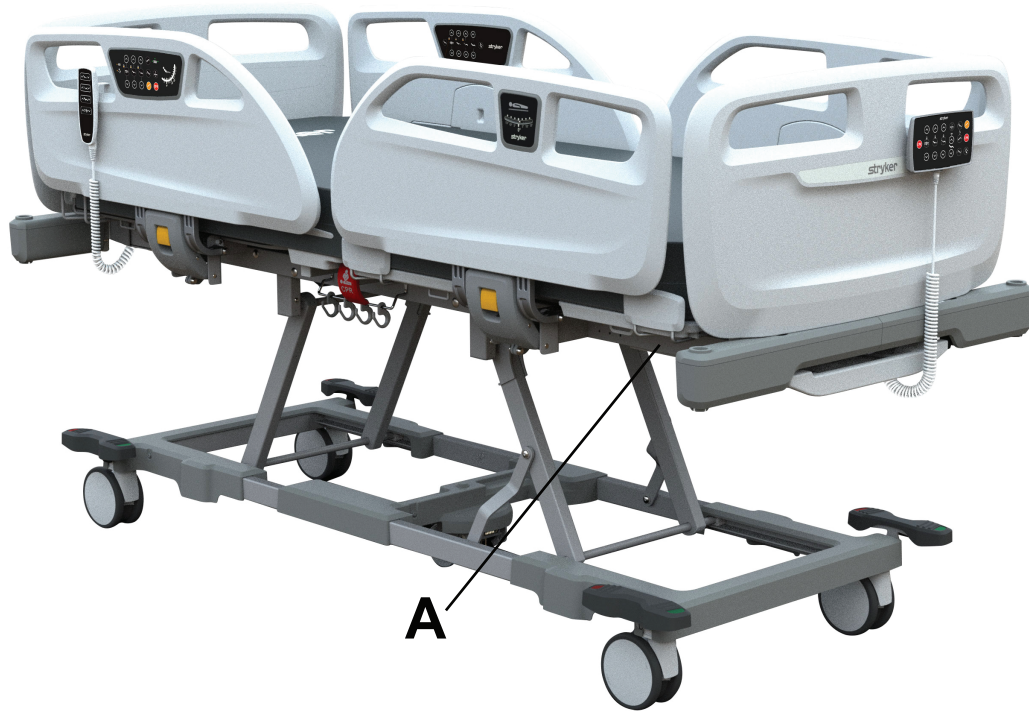

Figura 6 – Ubicación del número de serie y la etiqueta de especificaciones de Stryker
El número de serie y la etiqueta de especificaciones de Stryker (A) se encuentran debajo de la barra lateral del paciente, cerca del extremo de los pies del producto (Figura 6).